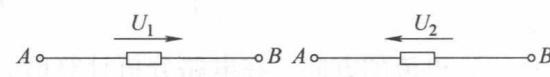

图 1-10 例 1-2 题图
**例 1-2** 如图 1-10 所示，电压的参考方向已标出，并已知  $U_1 = 1V$ ， $U_2 = -1V$ ，试指出电压的实际方向。